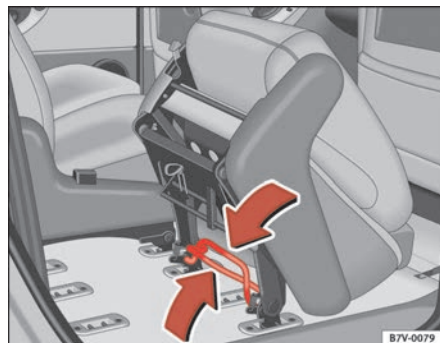

Abb. 92 Bügel zum Aus- und Einbauen des Einzelsitzes
- Drücken Sie die beiden Bügel ⇒ Abb. 92 unter dem Sitz in Pfeilrichtung zusammen und nehmen Sie den Sitz nach oben heraus.